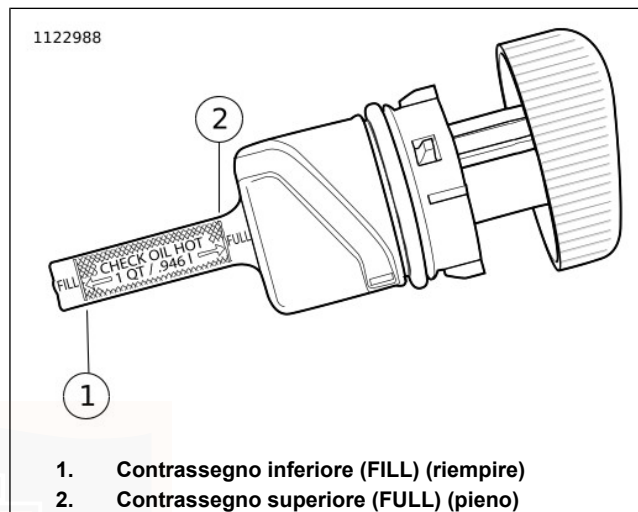

Figura 34. Astina di livello
5. Vedere Figura 34. Togliere il tappo del rifornimento e controllare il livello dell'olio a caldo sull'astina di livello.